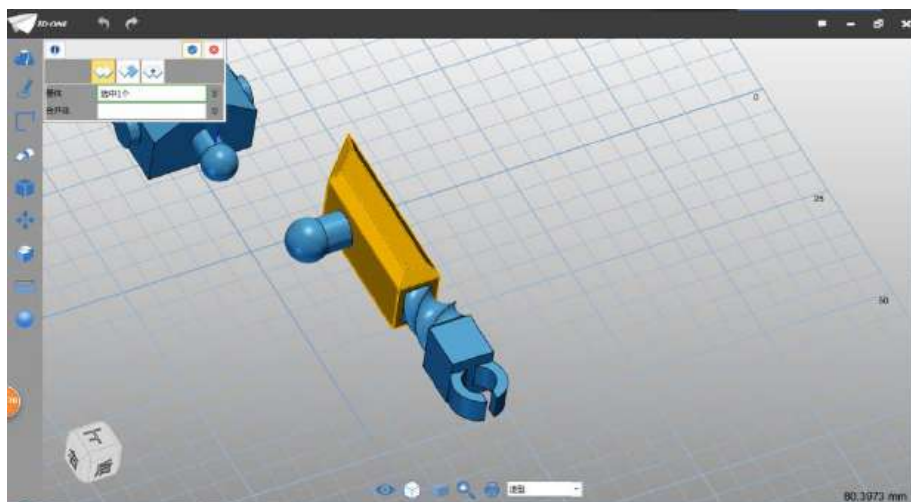

图 3-33
Step 33 点击确定，选择组合命令 ，基体对话框选择下图 3-33 所示的部件。